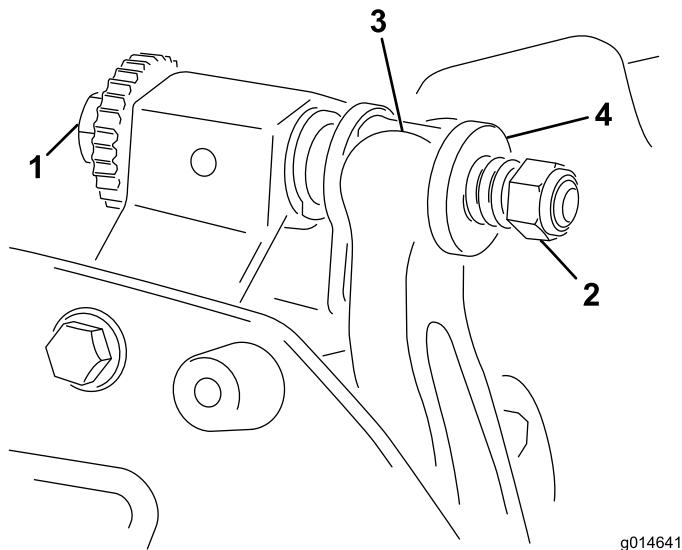

Figura 16
1. Rode o parafuso de ajuste da barra de apoio no sentido contrário ao dos ponteiros do relógio, para afastar a lâmina de corte do cilindro (Figura 16).
2. Faça recuar a porca da mola tensora até que a anilha deixe de estar sob tensão contra a barra de apoio (Figura 16).